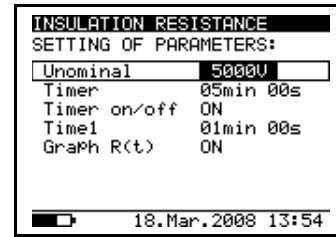

Fig. 13. Opsætnings (Set-up) menu i Isolationsmodstands (Insulation Resistance) måling
1. Tryk på **SELECT** knappen for at se opsætnings (set-up) menuen, se **Fig 13**.